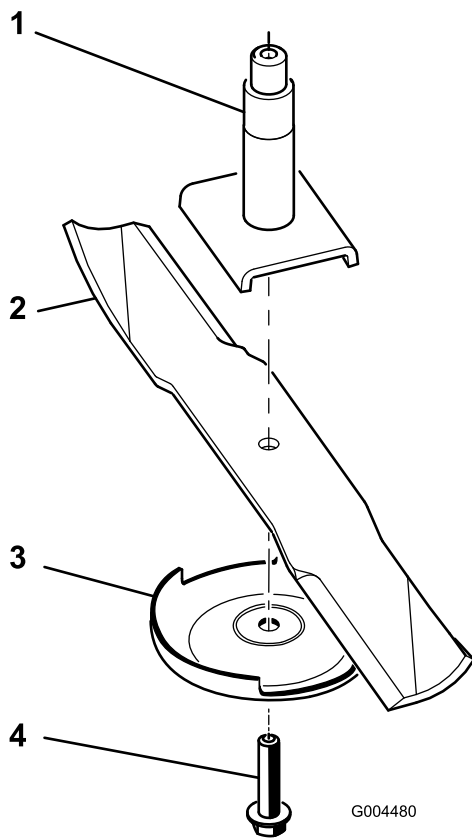

Figure 71
Remarque: Si la lame reste horizontale, elle est équilibrée et peut être utilisée. Si la lame est déséquilibrée, limez un peu l'extrémité de l'ailette seulement (Figure 71). Répétez la procédure jusqu'à ce que la lame soit équilibrée.
- Placez la lame sur l'axe (Figure 71).
- Montez la plaque anti-scalp et le boulon de lame (Figure 71).